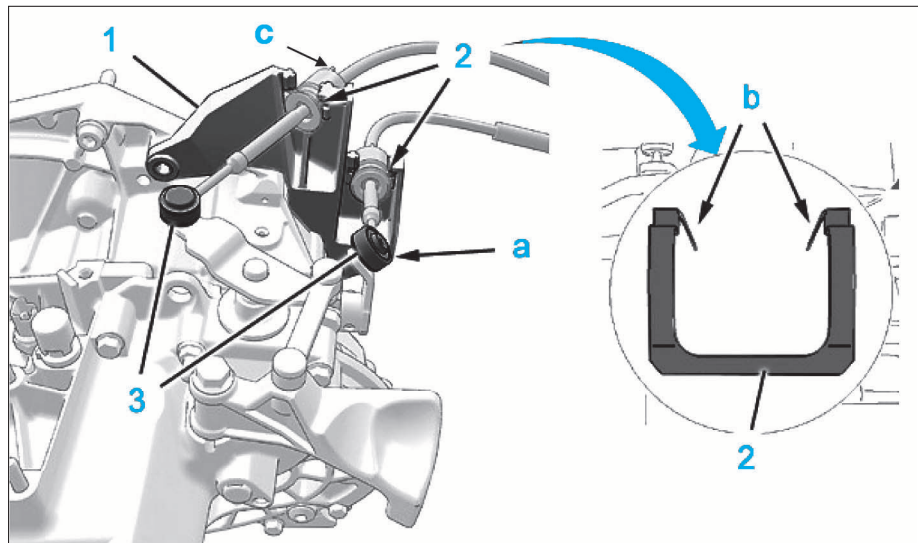

FIG. 6
- À l'aide d'un petit tournevis, appuyer sur les ergots de maintien (5) et dégager les câbles de commande des vitesses de leur support (6) (voir également Fig.6).
- Désaccoupler les rotules (3), à l'aide d'un extracteur de rotule (Fig.6).